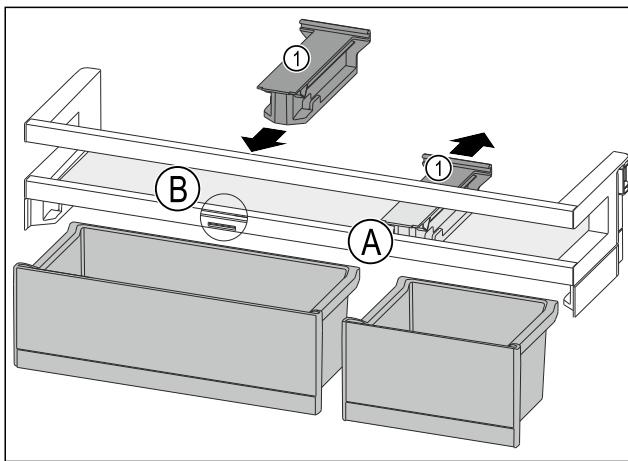

Fig. 87
- Stiahnite prídružný diel Fig. 87 (1) v polohe Fig. 87 (A) dozadu.
- Vložte prídružný diel Fig. 87 (1) v polohe Fig. 87 (B).